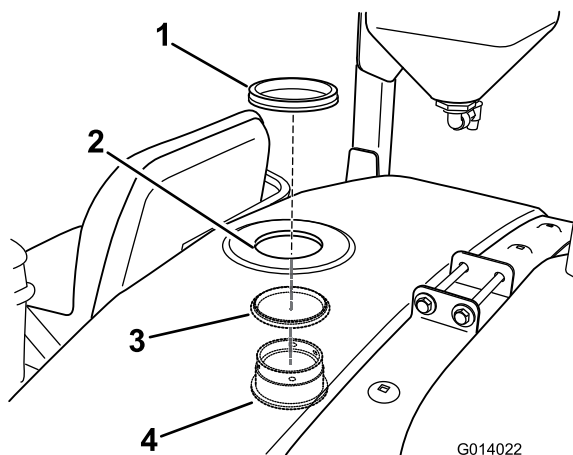

Figura 21
3. Instale o anteparo como se mostra em Figura 21.